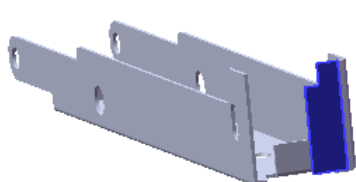
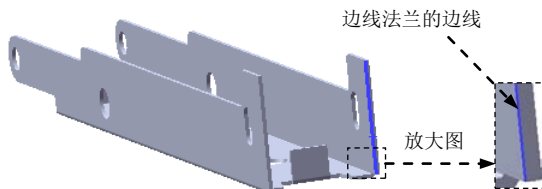

图 12.5.24 边线一法兰 4
图 12.5.25 边线法兰的边线
Step12. 创建图 12.5.24 所示的钣金特征——边线一法兰 4。
(1) 选择命令。选择下拉菜单 **插入(I)** → **钣金(B)** → **边线法兰(E)...** 命令(或单击“钣金”工具栏中的  按钮)。
(2) 定义特征的边线。选取图 12.5.25 所示的模型边线为生成的边线法兰的边线。